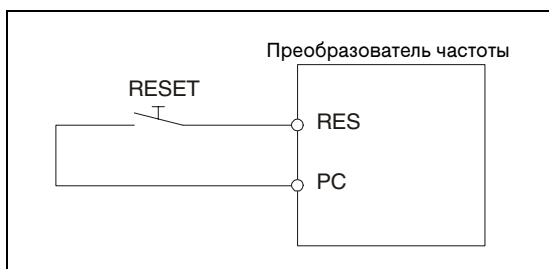

Рис. 7-3:
- Включив сигнал RESET (т. е. соединив клеммы RES и SD при отрицательной логике или клеммы RES и PC при положительной логике, как это изображено на рис. 7-3) по меньшей мере на 0,1 секунды с последующим отключением. Во время процесса сброса мигает индикация "Err."